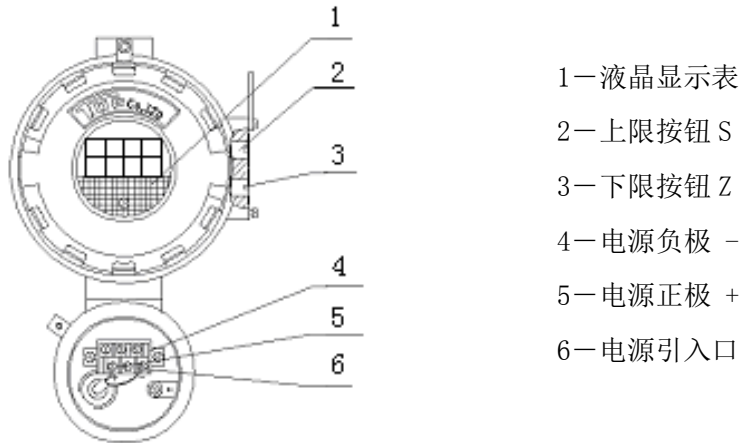

图 7 变送器表头示意图
f) 旋开仪表前盖，将传输导线经引入装置引入到变送器表头内（注意引线时不要将表内连线碰断），将导线的正负极固定在标有“+”与“-”符号的位置上（见图 7）。但注意不要接错极性，经检查无误后方可通电。